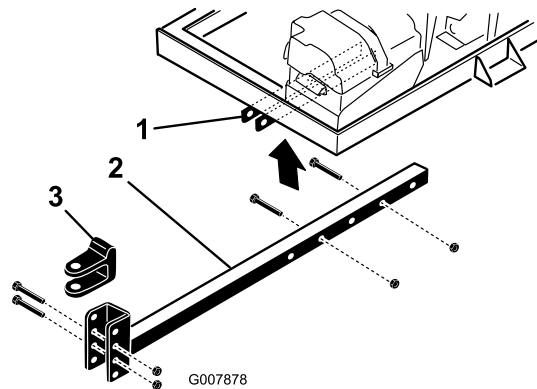

Bild 4
2. Stecken Sie das Anbauvorrichtungsrohr in die Rahmenhalterungen (Bild 4). Befestigen Sie das Rohr mit zwei Schrauben ($\frac{3}{8}$ " x 3") und Bundmuttern ($\frac{3}{8}$ ") am Rahmen und ziehen sie mit 40 N·m an.
- Entfernen Sie die Schrauben und Sicherungsmuttern, mit denen der Anbauvorrichtungsstift (Bild 4) am Anbauvorrichtungsrohr befestigt ist.
- Nehmen Sie die Schrauben und die Muttern ab, mit denen das Anbauvorrichtungsrohr an den Rahmenhalterungen befestigt ist (Bild 4).